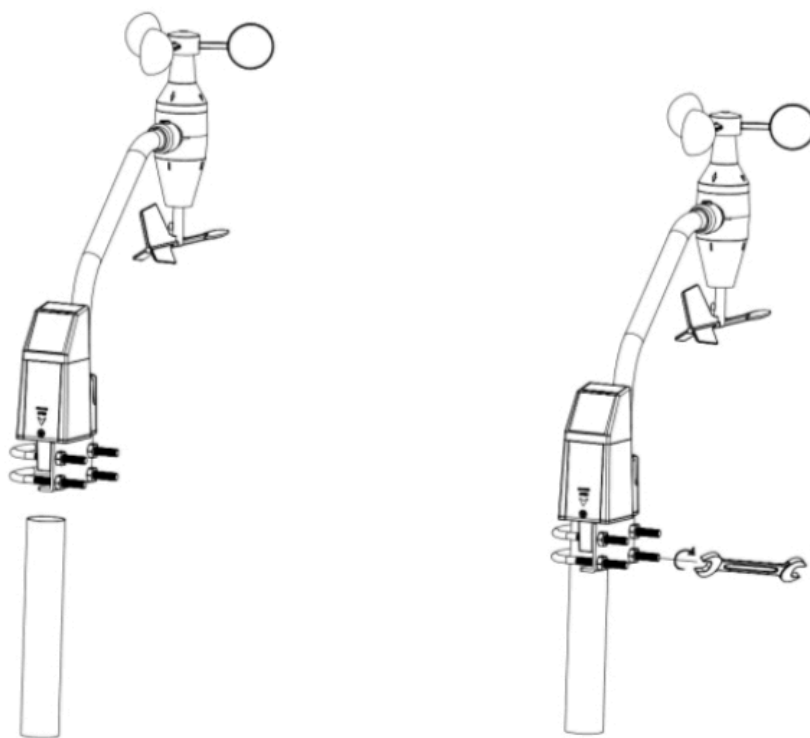

Figura 11: diagramma di montaggio del pacchetto di sensori
- È possibile collegare un palo a una struttura permanente e quindi attaccarvi il pacchetto del sensore (vedere la Figura 11).